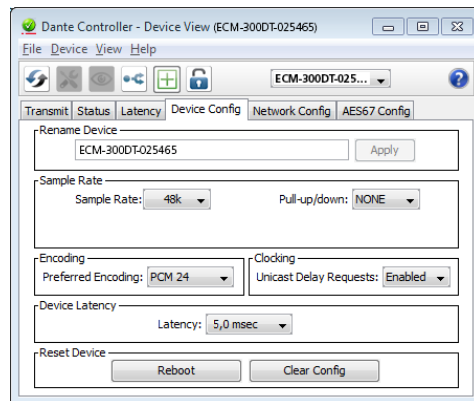

Abb. 3 Device-View vom ECM-300DT
- 5) In der dritten Leiste lassen sich unterschiedliche Informationen zu dem Gerät anzeigen und Einstellungen vornehmen. Den Reiter „Device Config“ auswählen (Abb. 3).